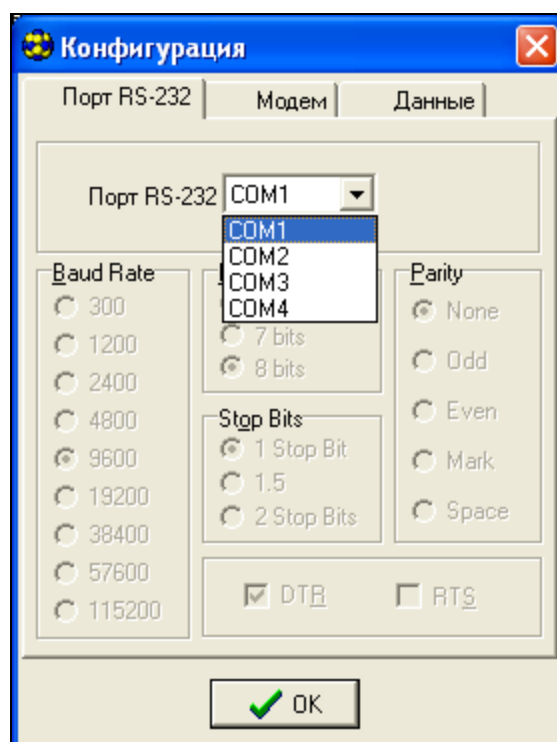

Рис. 12. Окно «Конфигурация».
4. Выберите порт компьютера, к которому подключен модуль (см: рис. 12).